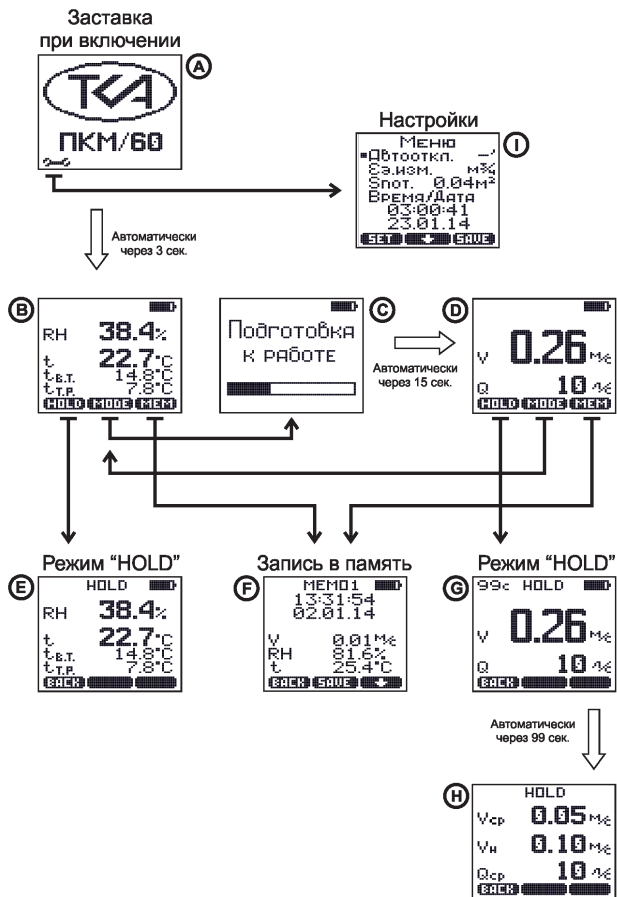

Рис.3 – Расположение символов на ЖК-дисплее.
5.7 Переключение экранов происходит в следующем порядке (см. Рис.3):